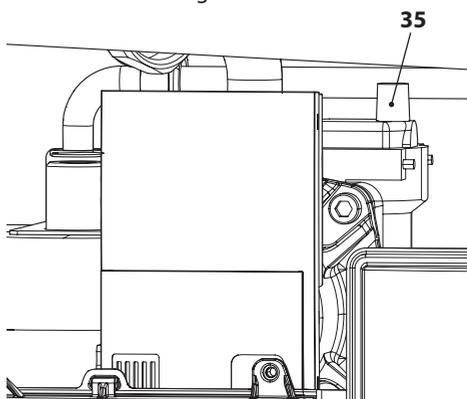

Figura 6.3
- Afloje el tapón de la válvula de purga automática 35 en la Figura 6.3.